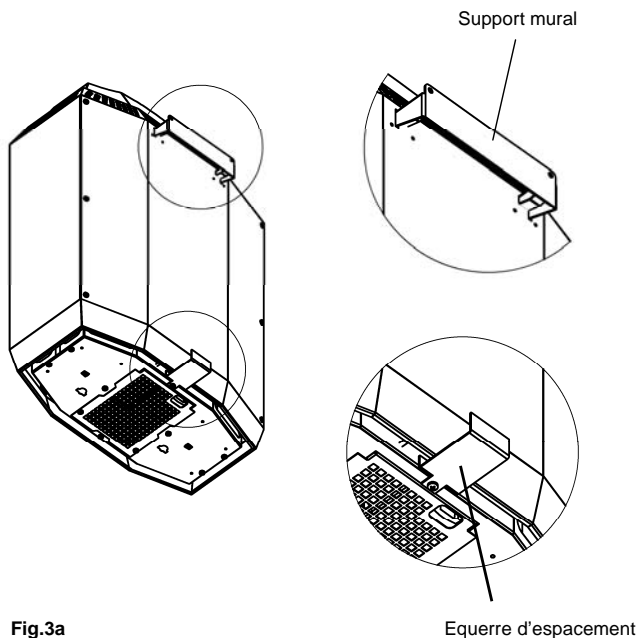

Fig.3a
- Pour le montage de l'équerre d'espacement, dévisser la vis de la tôle du fond et visser l'équerre en cette position (Fig.3a).